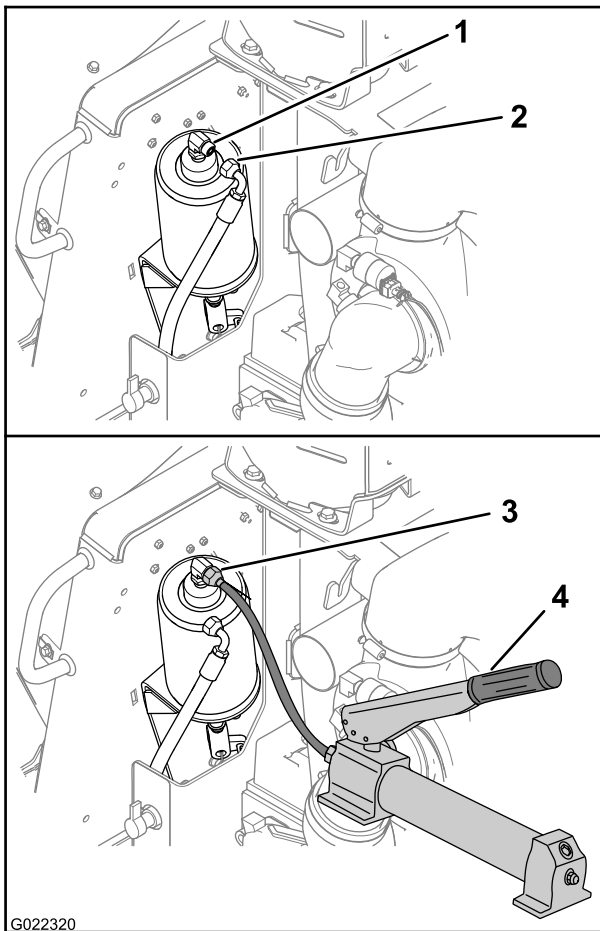

Bild 31
1. Schließen Sie den Hydraulikschlauch vom Feststellbremszylinder ab, wie in Bild 31 abgebildet.
2. Schließen Sie eine hydraulische Handpumpe, die 350 psi erzeugen kann, an den Bremszylinder an (Bild 31).